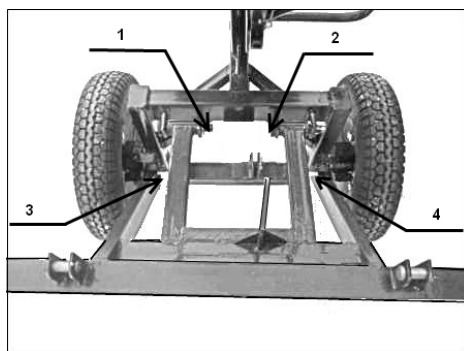

Рис.2
4.5. Присоединить раму граблей на адаптер так, как показано на рис.2: сначала узлы 1 и 2 (пальцы для фиксации входят в комплект адаптера), затем - 3 и 4 (пальцы поставляются с граблями).